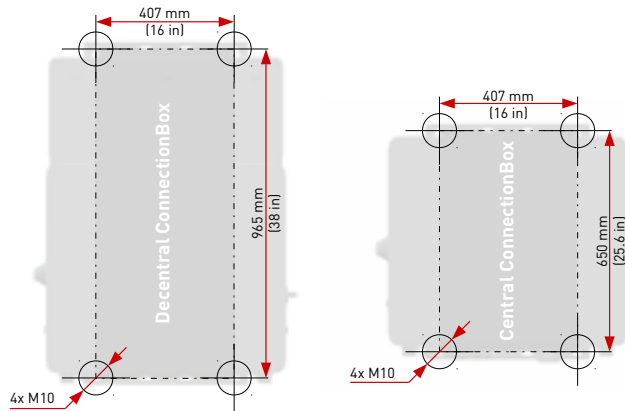

Fig. 14: Montageabmessungen
1. Montageschienen anhand der Abbildung 14 montieren. Dabei darauf achten, dass die ConnectionBox einen Winkel von mindestens  $10^\circ$  aufweist.